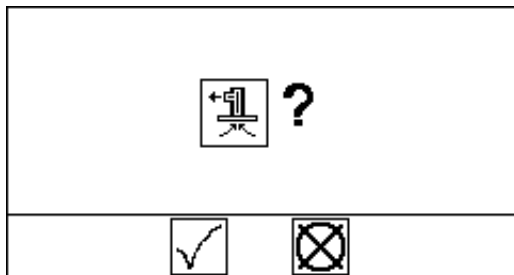

ABB. 12: Bestätigung Ansaugvorgang
4. Die Pumpenansaugtaste  drücken. Auf der Anzeige erscheint eine Aufforderung an den Bediener, diesen Vorgang zu bestätigen. Siehe ABB. 12. Um mit dem Ansaugen zu beginnen,  drücken.